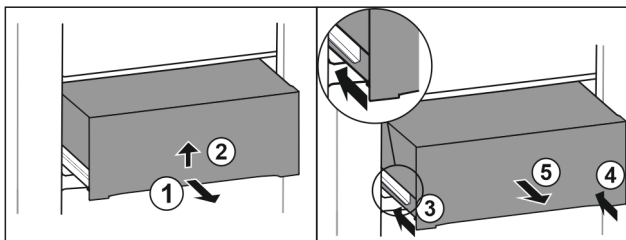

Fig. 26
- ▶ Вытяните выдвижной ящик наполовину. Fig. 26 (1)
- ▶ Поднимите выдвижной ящик за нижнюю часть. Fig. 26 (2)
- ▶ Вставьте левую направляющую. Fig. 26 (3)
- ▶ Вставьте правую направляющую. Fig. 26 (4)
- ▶ Извлеките выдвижной ящик движением вперед. Fig. 26 (5)